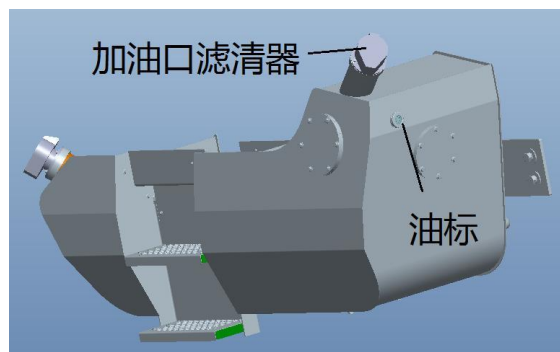

图 3-13 液压油箱加油口滤清器、油标
- 检查工作油箱油标，油面须保持在油标范围内，如低于油标时请予补给，且需通过加油口滤清器补充液压油。（图 3-13）
- 每 1000 小时检查并排放油箱下部的积水、沉淀物，且需整机停机，2 小时后进行，可从底部放油塞中排出（图 3-13）